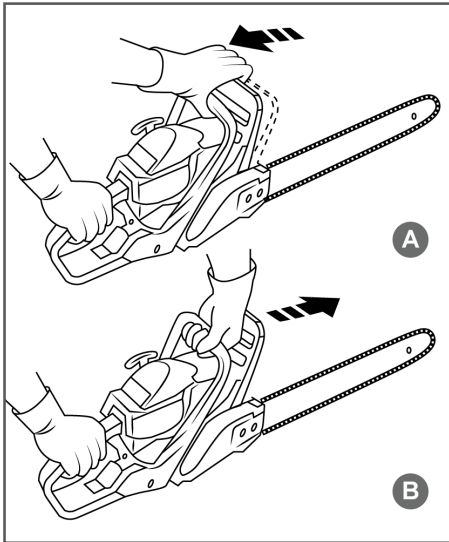

Рис. 7 Проверка механического тормоза цепи
Тормоз цепи выключен (цепь может вращаться), когда ручка тормоза взведена (Рис. 7А).
Тормоз цепи включен (цепь не имеет возможности вращаться), когда ручка тормоза находится в отжатом положении (Рис. 7В).
3. Используя тормоз цепи, переместить левое запястье от себя и нажать им на ручку тормоза, не отпуская рукой переднюю рукоятку пилы (Рис. 7В).
6. Взведите ручку тормоза (Рис. 7А).
4. Убедитесь, что тормоз цепи включен (цепь заторможена), как показано на Рис. 7В.
После запуска двигателя медленно выключите тормоз пильной цепи. Для этого потяните ручку тормоза на себя до щелчка (Рис. 7А).